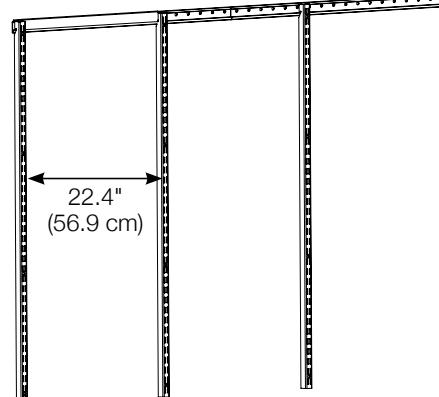

Imagen 2
**PASO 4:** Comience desde un extremo del armario, cuelgue un soporte de pared en el riel para colgar y utilice un protector de riel para generar el espacio adecuado entre este y el siguiente soporte de pared. Siga este método hasta que todos los soportes de pared estén colgando del riel para colgar (**Imagen 2**).